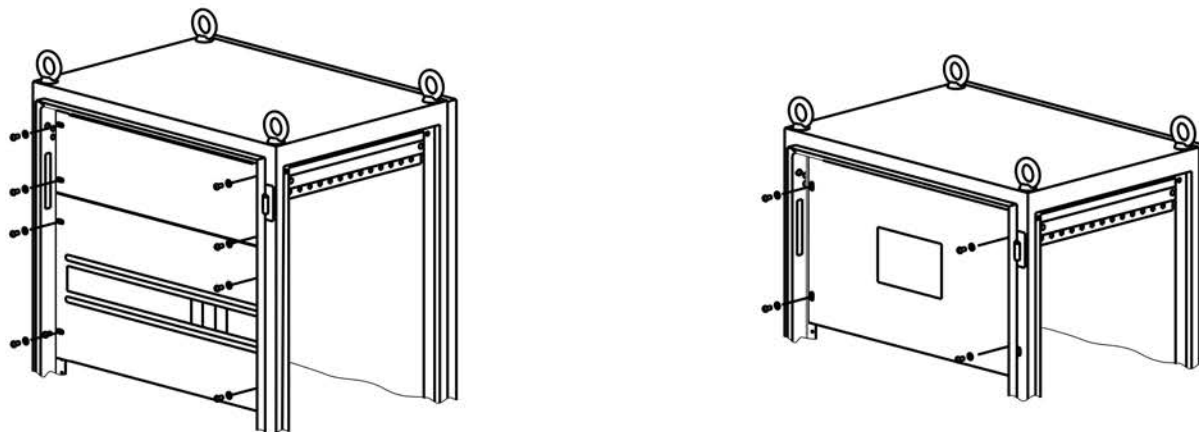

Рисунок 12
4.9.1 Приложите панель (панели) к вертикальным уголкам рамы под панели ЛГ/ЛМА на нужной высоте и закрепите четырьмя винтами М6×8 (рисунок 12). Применяя панели различных высот, можно произвести закрытие всего проёма корпуса.